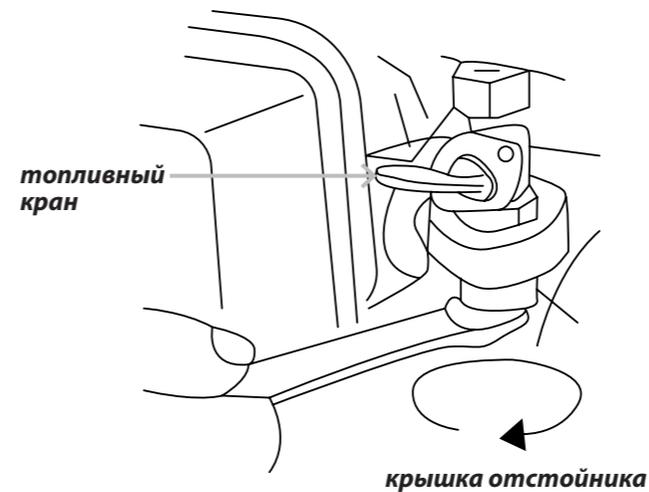

Рисунок 5.3. Очистка топливного крана
- 4 Отверните болт крышки отстойника, расположенные снизу топливного крана при помощи гаечного ключа (См. рис. 5.3).